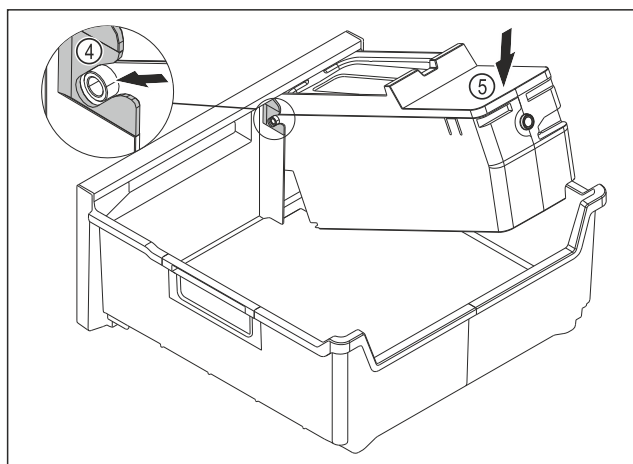

Fig. 121
- ▶ Montar el cuerpo del EasyTwist-Ice: Introducir los ejes del cuerpo del EasyTwist-Ice en las guías Fig. 121 (4).
- ▶ Presionar el cuerpo del EasyTwist-Ice Fig. 121 (5) hacia abajo por detrás.